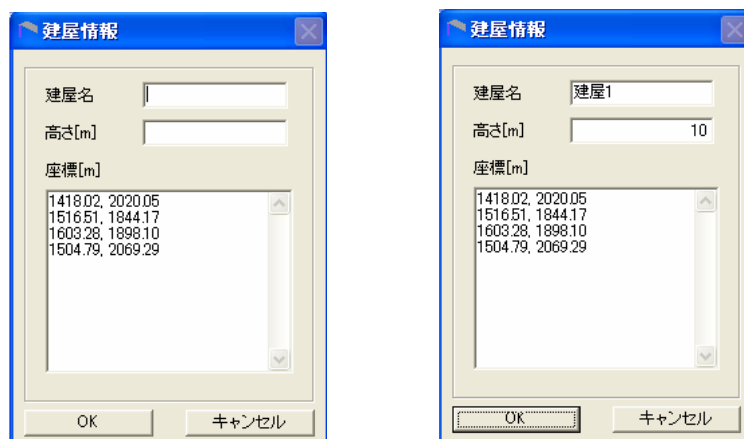

図 6.5-24 建屋情報
- 4) 再度、 (青) を押して、建屋情報の画面を表示させます。建屋名と建屋の高さを入力します。座標の編集も可能です(図 6.5-24)。